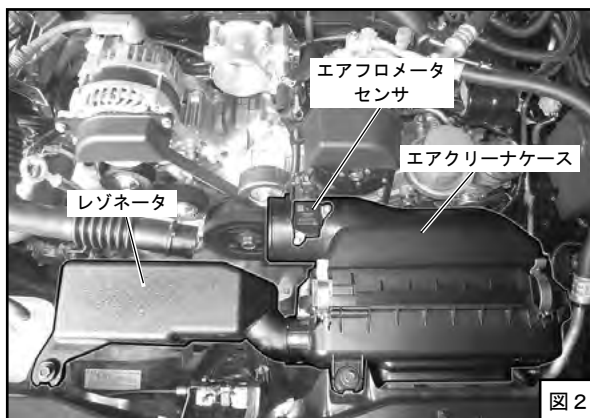

図 2
(4) エアフロメータセンサからコネクタを外してください。(図2)
(5) ボルトを外し、レゾネータとエアクリーナケースとエアフロメータセンサを一体で取外してください。(図2)
(7) エアクリーナケースからエアフロメータセンサを取外してください。(図2)
- (8) エアクリーナケースからレゾネータを取外してください。
(19) エアフロアダプタパイプにジョイントホースφ 80 を取付けてください。(図 2 1、図 2 2)
(20) エアガイドの向きを確認し、ジョイントホース内に押し込んでください。(図 2 2)
(21) (14) で組付けたサクシオンパイプとエアクリナーケースを仮付けしてください。(図 2 1、図 2 3)
(24) エアフロアダプタパイプにブローバイホースを接続してください。(図 2 4)
(25) エアフロメータセンサにコネクタを接続してください。
(26) EVC バルブマウントに EVC-GT バルブユニットを取付けてください。(図 2 5)